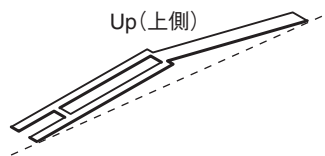

Fig. 24-1 (図24-1)
- * **Be careful of the direction of the spring. It should be installed with its projecting end facing upward.** (Fig. 24-1)
- ※ スプリングの向きに注意してください。スプリングは、図 24-1 のように上側が凸になるように取り付けます。